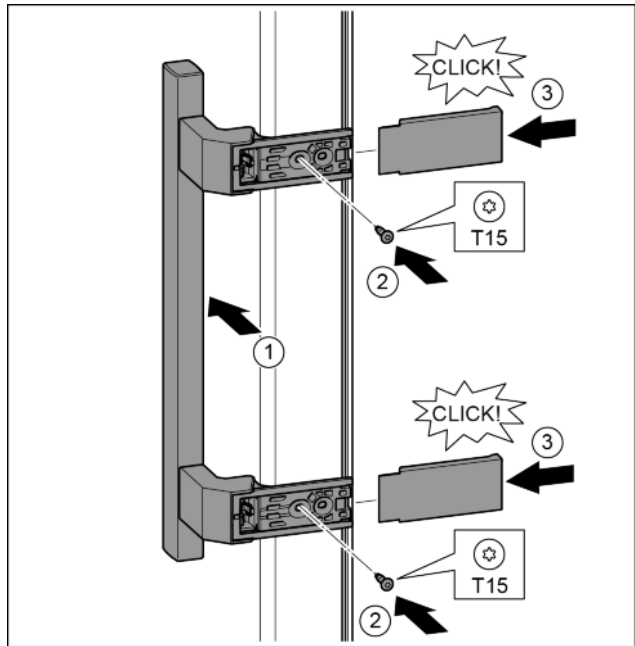

Fig. 30
- ▶ Установить ручку на противоположной стороне. Fig. 30 (1)
- ▶ Затянуть винты отверткой T15. Fig. 30 (2)
- ▶ Установить крышки сбоку и надвинуть. Fig. 30 (3)